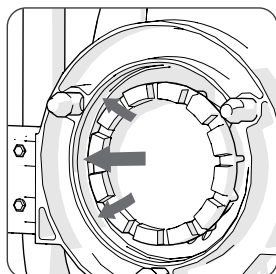

Fig. 10 (las flechas muestran la pared interna del anillo anular)
- Mantenga el anillo anular escrupulosamente limpio y libre de partículas extrañas. **(Fig. 10)**